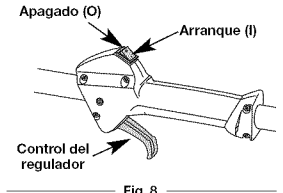

Fig. 8
NOTA: No hay necesidad de encender la unidad. El Control de Parada Arranque y Apagado está en la posición Arranque (I), en todo momento (Fig. 8).
2. Oprima y mantenga oprimido el control de encendido y apagado en la posición de APAGADO (O) hasta que el motor se detenga por completo (Fig. 8).